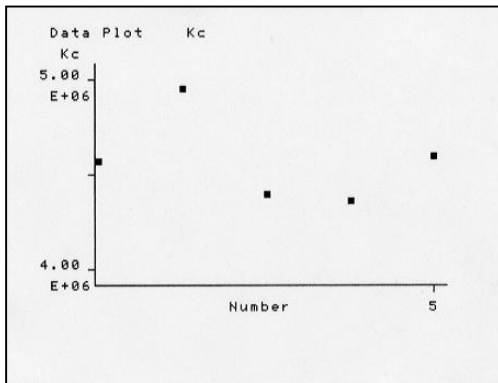
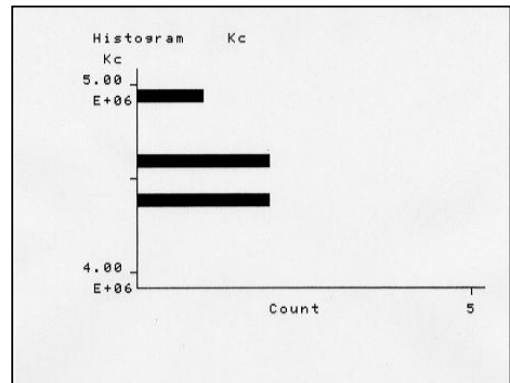

図2 データプロット
図3 ヒストグラム
2) 1)項で試験を行い得られた「データプロット」を図2に、「ヒストグラム」を図3に示します。